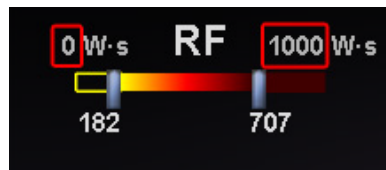

Abbildung 98. Geänderte Ws-Werte werden durch rote Rechtecke gekennzeichnet
2. Bearbeiten Sie die Werte (**Abbildung 98**) manuell unter Einhaltung der folgenden *Regeln*:
Zusätzlich zur manuellen Bearbeitung der Bereichsanzeige kann der Benutzer auch den Balken an beiden Enden der Farbverlaufsanzeige ziehen, um den Farbverlauf innerhalb des definierten Bereichs zu ändern. Wie in **Abbildung 98** kann der Benutzer den Balken unter **182** oder den Balken unter **707** auf eine niedrigere oder höhere Zahl einstellen.